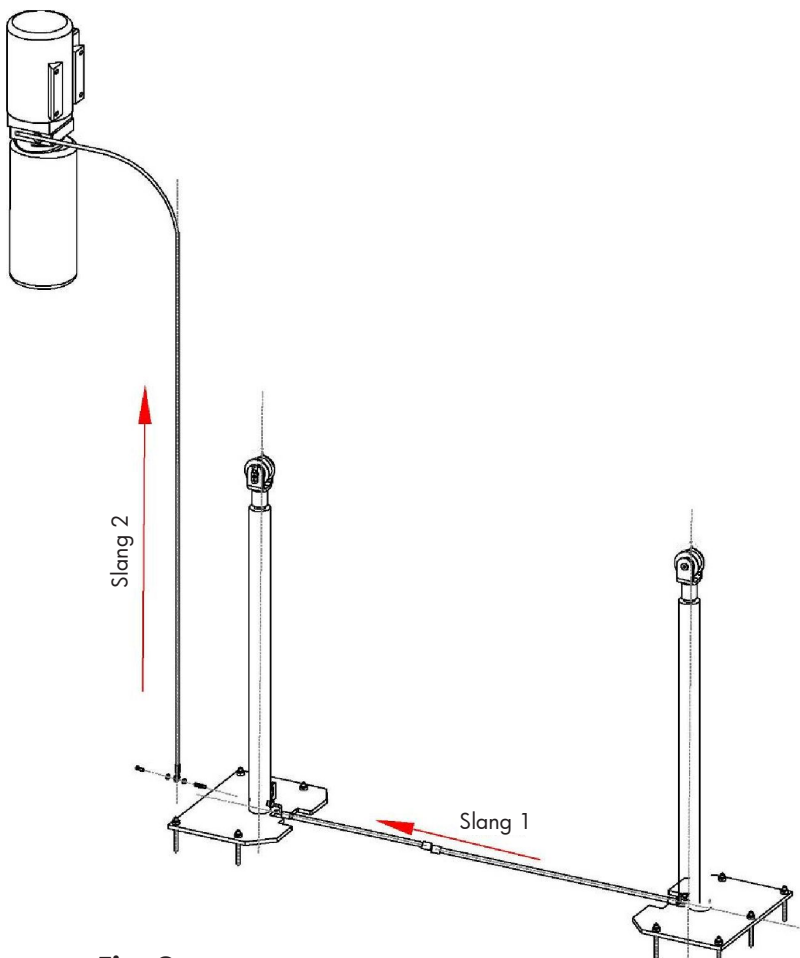

Fig. 9
9. Sluit de olieslangen aan volgens het schema (fig. 9).